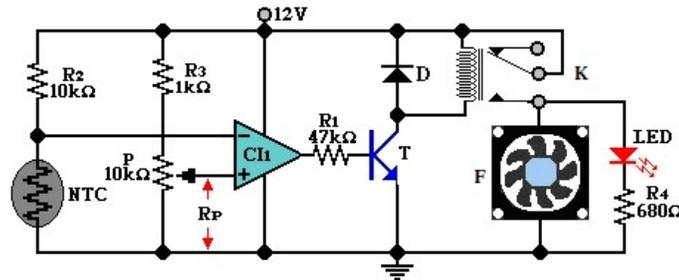

Figura 5.1
2. Explicar detalladamente el funcionamiento del circuito de la figura 5.1. Este deberá ser entregado al profesor del laboratorio al inicio de este.
1. Arme el circuito de la figura 5.1 (coloque el NTC cerca del ventilador de tal forma que lo enfrié).
3. Utilizando los datos del punto anterior, determine la temperatura de encendido del circuito de la figura 5.1.